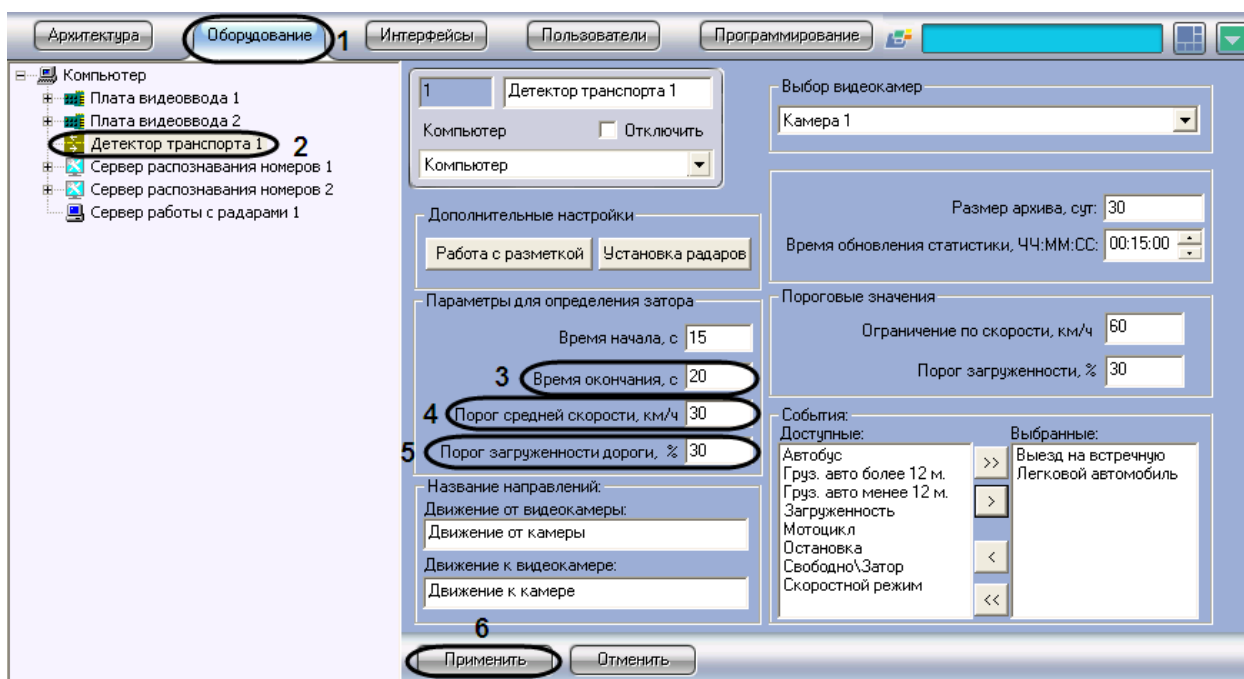

Рис. 7.4-17. Указание параметров окончания затора на дороге
1. В диалоговом окне «Настройка системы» перейти на вкладку «Оборудование» (см. Рис. 7.4-17, 1).
2. В дереве объектов на вкладке «Оборудование» выбрать объект «Детектор транспорта», соответствующий настраиваемому программному модулю «Детектор транспорта» (см. Рис. 7.4-17, 2). В правой части вкладки «Оборудование» отобразится панель настройки выбранного объекта.
3. Указать период времени, в течение которого должны выполняться условия окончания транспортного затора (см. Рис. 7.4-17, 3).
4. Указать среднюю скорость движения транспортного потока. В том случае, если значение средней скорости движения транспортных средств в течение заданного промежутка времени больше указанного в поле «Порог средней скорости, (км/ч)» (см. пункт 3), происходит окончание транспортного затора (см. Рис. 7.4-17, 4).
5. Указать процент загруженности дороги. При загруженности дороги ниже указанной в течение заданного промежутка времени (см. пункт 3), происходит окончание транспортного затора (см. Рис. 7.4-17, 5).
6. Нажать кнопку «Применить» (см. Рис. 7.4-17, 6).